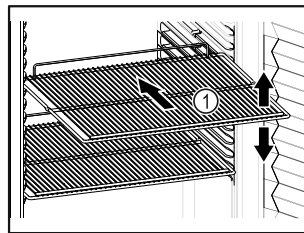

Fig. 18 Esimerkkikuva
- Sovita siirrettävät ritilätasot Fig. 18 (1) korkeuden mukaan.